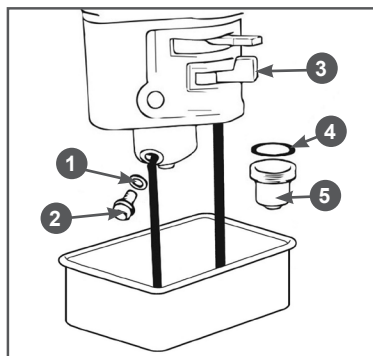

Рис. 31 Слив топлива с топливного бака и карбюратора
- Установите рычаг топливного крана 3 в положение «ЗАКРЫТО» (Рис. 31).
- Установите под карбюратор подходящую емкость (Рис. 31).
- Открутите болт 2 сливного отверстия и слейте топливо из поплавковой камеры карбюратора в подготовленную для этого ёмкость (Рис. 31).
- Открутите стакан отстойника 5, вылейте из него топливо в заранее подготовленную емкость (Рис. 31).